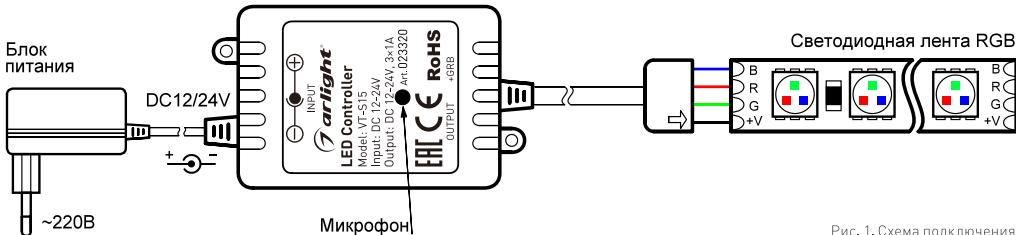

Рис. 1. Схема подключения.
- 3.4. Подключите светодиодную ленту или другой светодиодный источник света к выходу LED контроллера, соблюдая полярность и порядок подключения проводов RGB [Рис. 1].